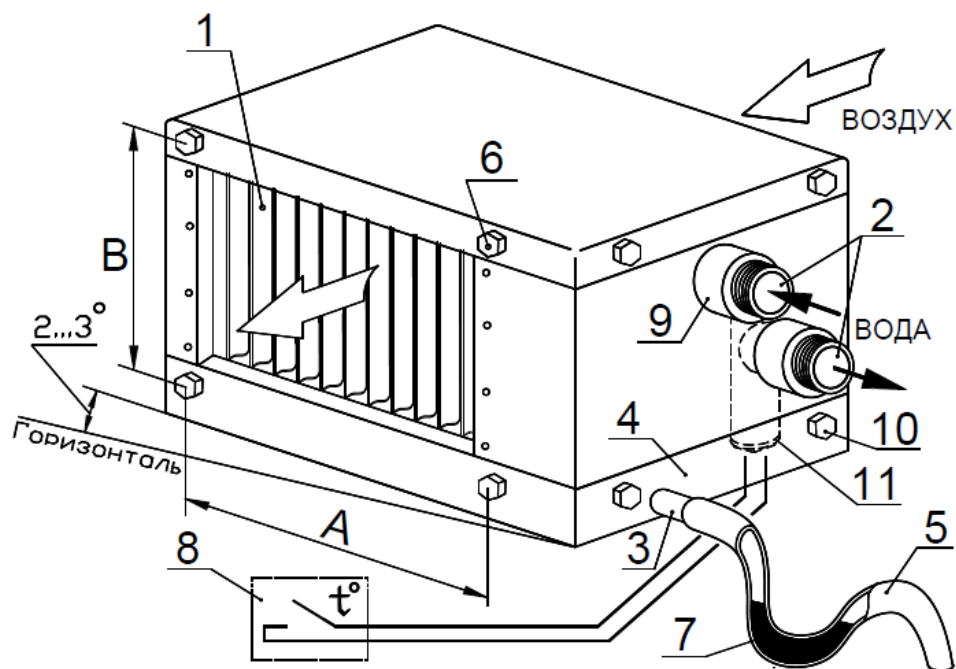

Рисунок 5.1 – Монтаж воздухоохлаждателей
5.1.5. Устанавливать воздухоохлаждатели в канал вентиляции необходимо в положении дренажный поддон снизу с небольшим наклоном ($2 - 3^\circ$) к горизонтали в сторону сливного патрубка, для свободного слива конденсата из поддона 4 (см. рисунок 5.1).
5.1.7. Трубы подвода хладагента (воды) должны иметь индивидуальное крепление и не опираться на патрубки коллекторов 2 (см. рисунок 5.1).
- техническое обслуживание №1 (ТО-1): проводится ежемесячно. Производится контроль работоспособности дренажной системы и в случае необходимости снятие и чистка поддона (рисунок 5.1, поз.4) и его дренажной системы (поз.5). Для снятия поддона достаточно удалить 4 нижних болта (поз. 6) и 4 нижних болта (поз. 11).